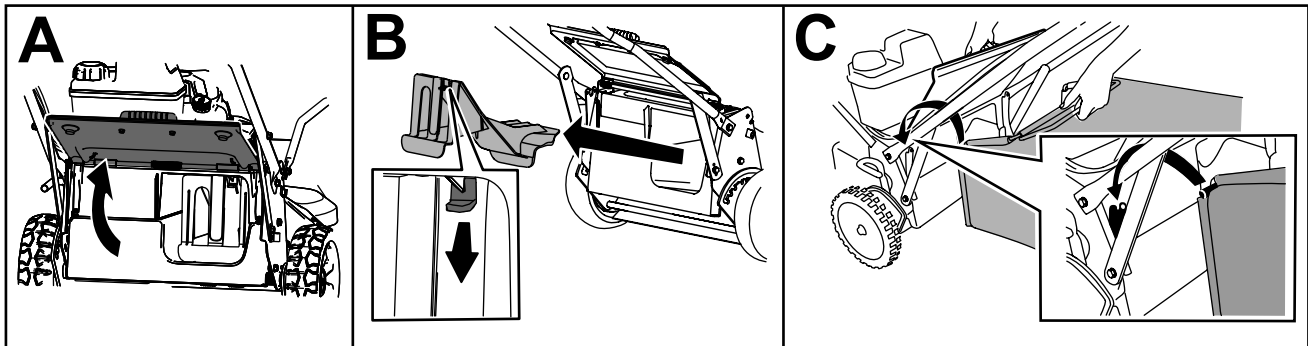

Figure 19
1. Soulevez le déflecteur arrière et maintenez-le dans cette position (A de Figure 19).
2. Retirez l'obturateur d'éjection arrière en appuyant sur le dispositif de verrouillage avec le pouce et en tirant l'obturateur hors de la machine (B de Figure 19).
3. Placez la tige du bac dans les crans à la base du guidon et agitez le bac d'avant en arrière pour vous assurer que la tige est bien engagée au fond des deux crans (C de Figure 19).